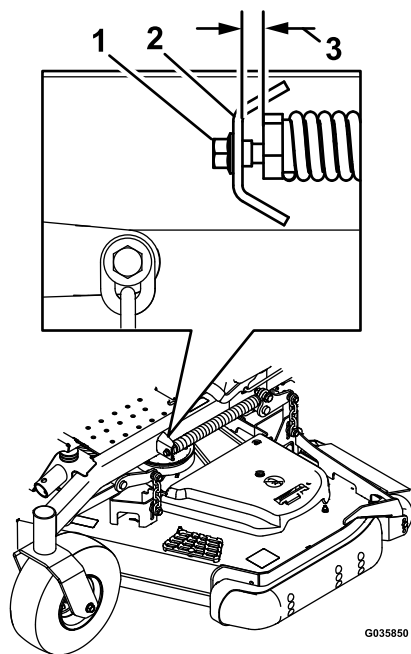

Figura 121
- B. Afloje lentamente el tornillo de ajuste del muelle auxiliar de elevación hasta que pueda retirar el tornillo (ver Figura 121).